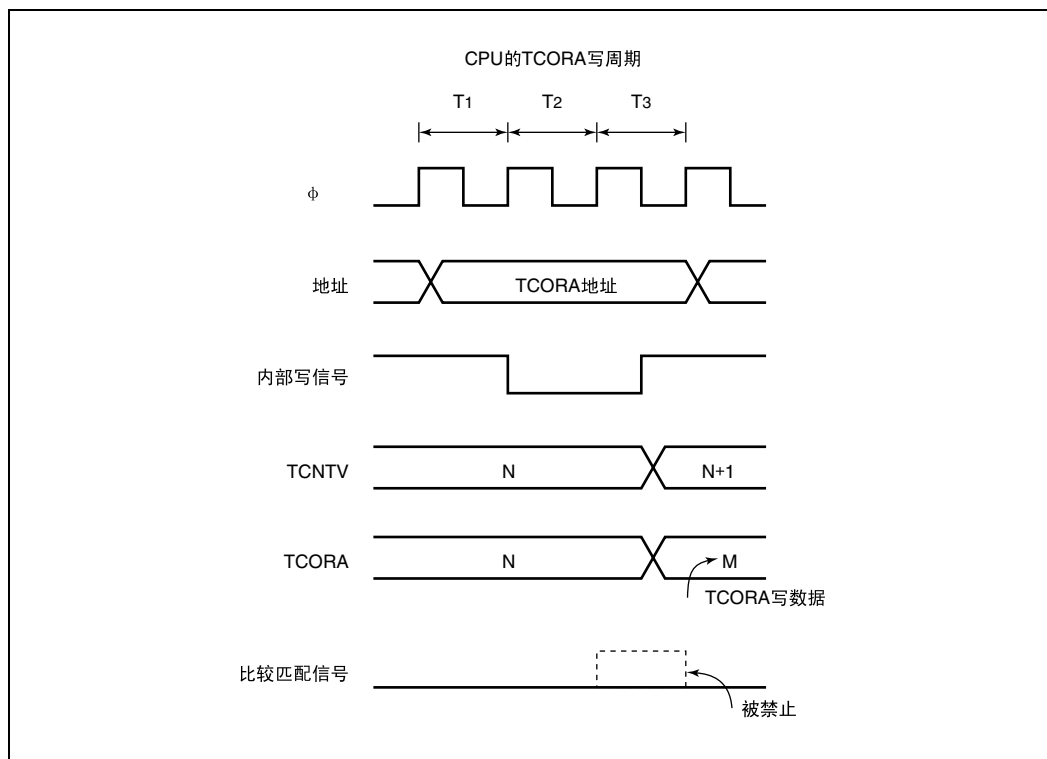

图 10.12 对 TCORA 的写操作和比较匹配的竞争
- 2. 在TCORA或TCORB写周期中的T3状态发生比较匹配的情况下，优先对TCORA或者TCORB的写操作而禁止比较匹配信号。该时序如图10.12所示。